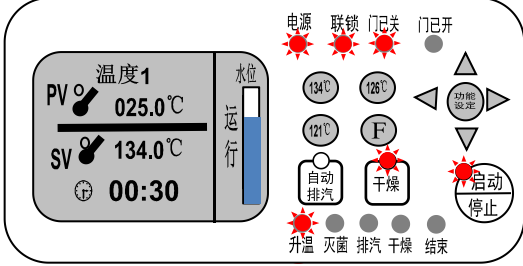

图 18
1. 闭合上盖, 将门开关手柄扳至●位置, 按下启动键, 灭菌器进入升温运行状态。图 18